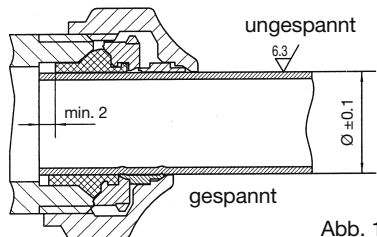

Abb. 1
4. Das Rohr muss min. 2 mm (siehe Abb. 1) aus der Verschraubung ragen, in dieser Position Verschraubung anziehen.